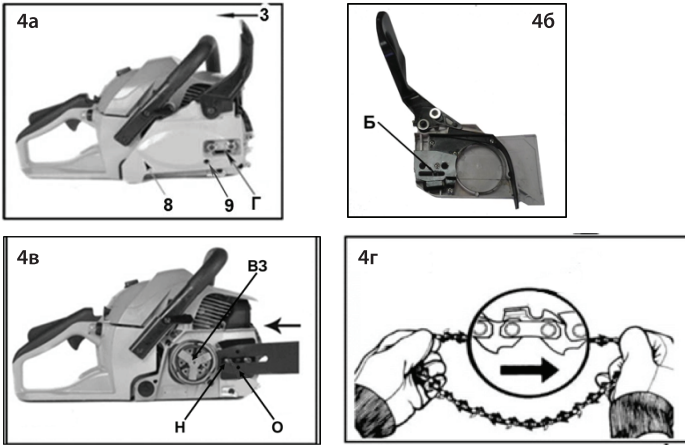

Рис. 4
Сборка шины и цепи (рис. 4)
- Освободите тормоз цепи (3), рис. 4а.
- Открутите гайки (Г) и снимите крышку муфты сцепления (8). Болт натяжения цепи (Б) должен быть в центре направляющей. Если необходимо, отрегулируйте болт натяжения цепи с помощью винта (9), рис. 4а и 4б.
- Перед сборкой шины и цепи проверьте направление режущих частей зубьев цепи. Направление режущих частей цепи указано стрелкой на рис. 4г.
- Удерживайте шину (11) вертикально, направив конец шины вверх. Начиная с конца шины, наденьте цепь на шину (11).
- Поместите шину с цепью на направляющую шины (Н), разместите цепь вокруг ведущей звездочки (ВЗ) и убедитесь, что она «села» на место, рис. 4в.
- Поместите крышку (8) наверх. Убедитесь, что болт натяжения цепи (Б) попал в отверстие на шине (О) и слегка затяните гайки (Г). Теперь необходимо правильно натянуть цепь.